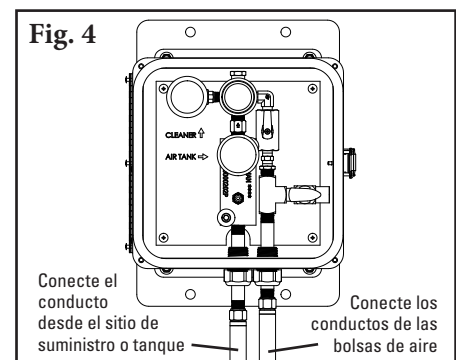

Fig. 4
4. **Establezca la tensión de la hoja.** Con las piezas que se suministran, sujete un conducto a cada bolsa de aire y coloque los conductos en el lado de la salida de la caja de control (Fig. 4).